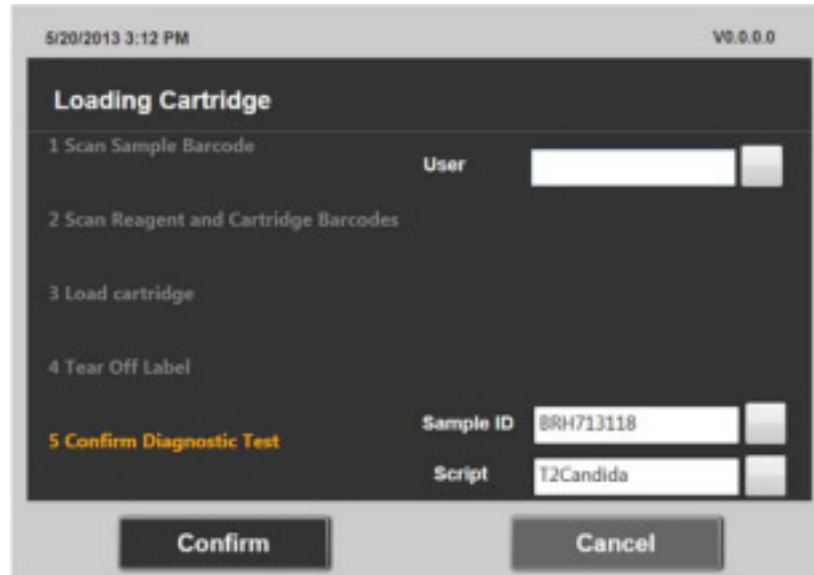

Abbildung 18. Bildschirmansicht „Confirm Diagnostic Test“ (Diagnostische Testung bestätigen)
1. Während des Vorganges „Confirm Diagnostic Test“ (Diagnostische Testung bestätigen) den grauen Kasten neben dem Benutzer-Feld oben rechts auf dem Bildschirm antippen (Abbildung 18).